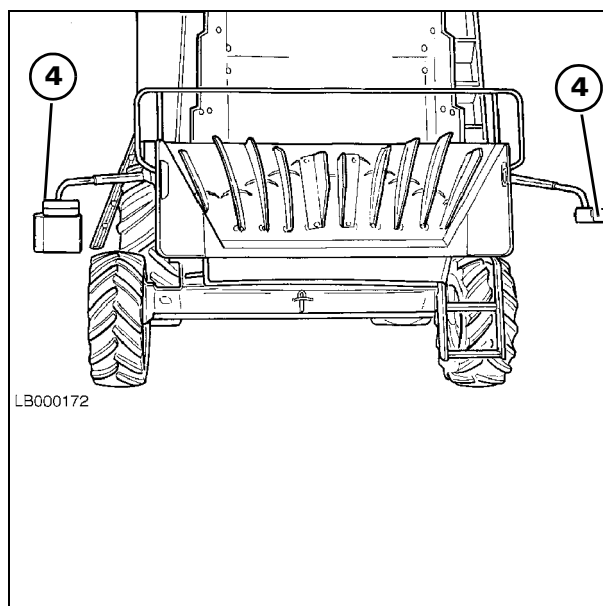

Рис. 94
- Задние фонари (4) (указатели поворота, габаритные фонари и стоп-сигналы) должны быть установлены на расстоянии 0-400 мм от габаритных размеров машины (Рис. 94).